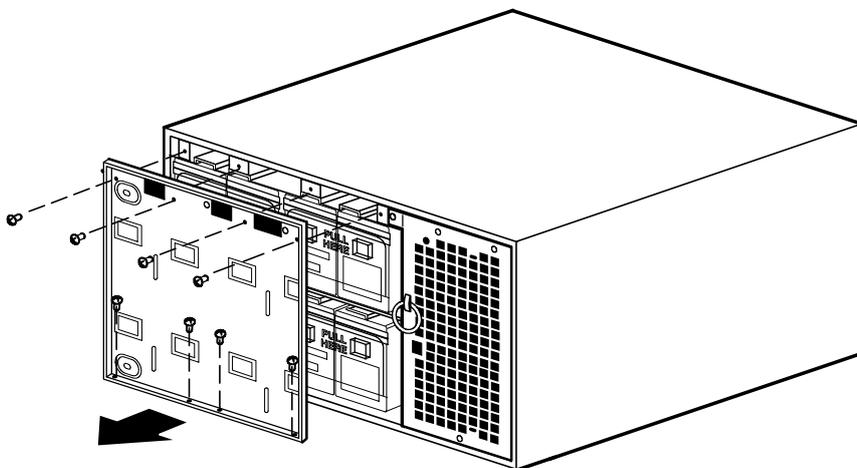

Рисунок 53. Снятие защитной пластины батареи ИБП
3. Выверните восемь винтов защитной пластины батареи и сохраните их. Снимите пластину. См. Рисунок 53.